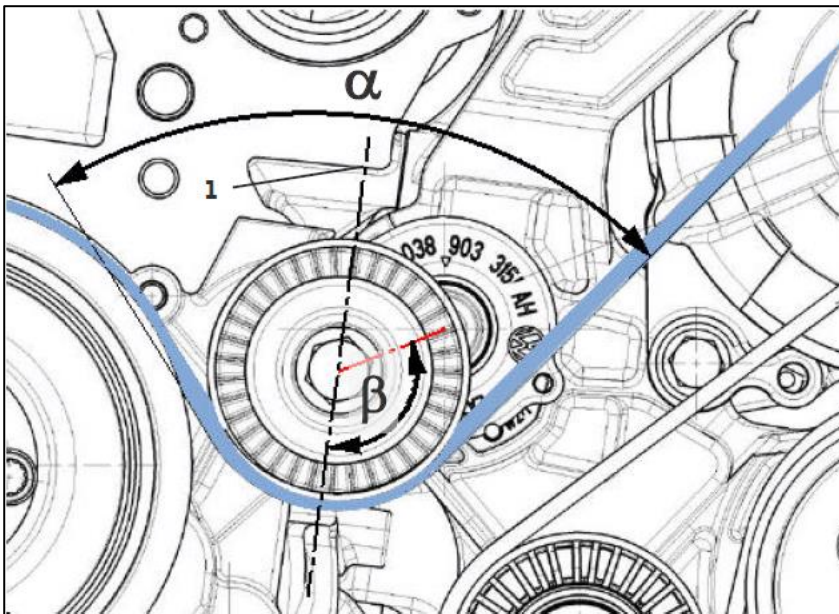

Fig. 9: Andamento della cinghia attorno al tendicinghia
Una guida della cinghia diversa da quella di serie, che prevede il passaggio della cinghia sul rullo di inversione del tendicinghia, può avere forti effetti negativi sul funzionamento del tendicinghia. La bisettrice (1) tra il tratto ascendente e il tratto discendente della cinghia nel campo di lavoro dovrebbe essere quasi perpendicolare ($\beta \approx 90^\circ$) al braccio della leva del tendicinghia. (Fig. 9)